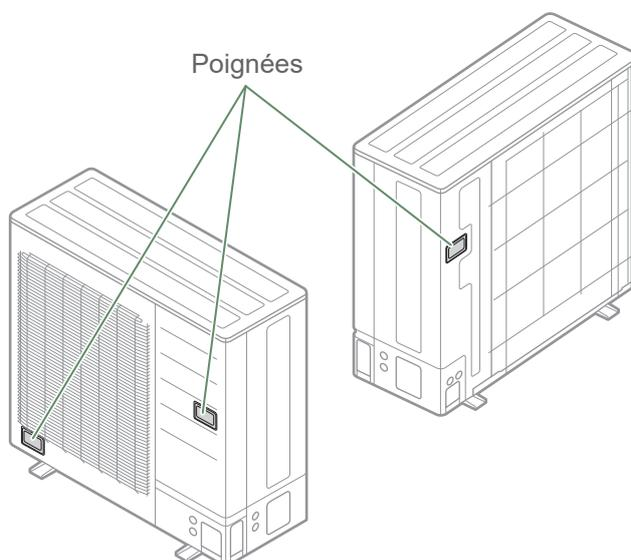

fig. 15 - Transport de l'unité extérieure modèle 10
- L'appareil doit être parfaitement accessible pour les travaux d'installation et de maintenance ultérieurs (fig. 15, page 17).